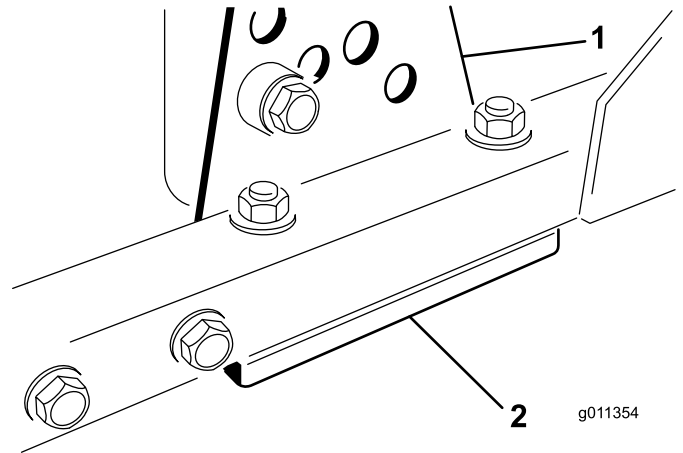

Bild 13
1. Entfernen Sie die Schnitthöhen-Einstellhalterung (vorne, links oder rechts) vom Mähwerkrahmen (Bild 13).
2. Führen Sie 1,5-mm- und/oder 7,6-mm-Beilagscheiben zwischen dem Mähwerkrahmen und der Halterung ein, um die gewünschte Schnitthöhe herbeizuführen (Bild 13).